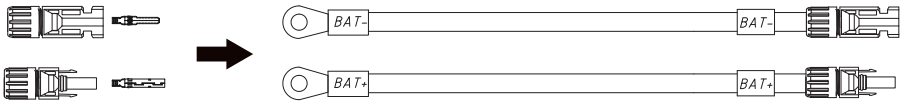

Abbildung 4.13
1. Nehmen Sie die beiden Batteriestecker aus der Verpackung und krimpen Sie sie wie in Abbildung 4.13 gezeigt.